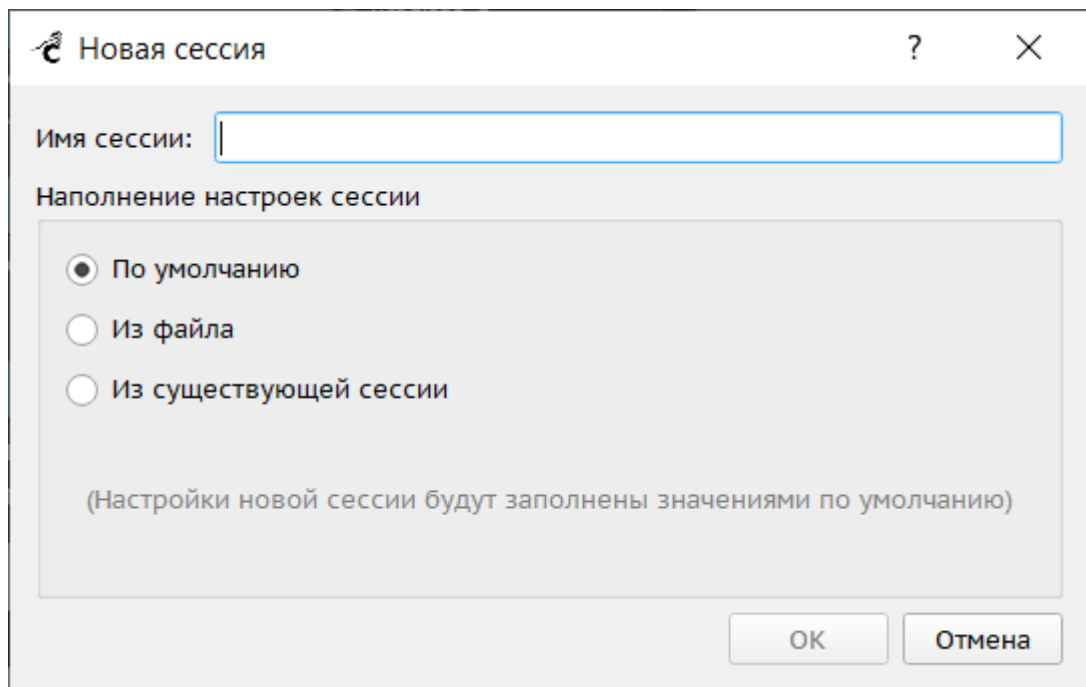

Рисунок 40 – Окно «Новая сессия»
Команда «Новая сессия» открывает окно создания новой сессии (Рисунок 40).
- «Создать новую» – при нажатии на кнопку открывается окно создания новой сессии (Рисунок 40);